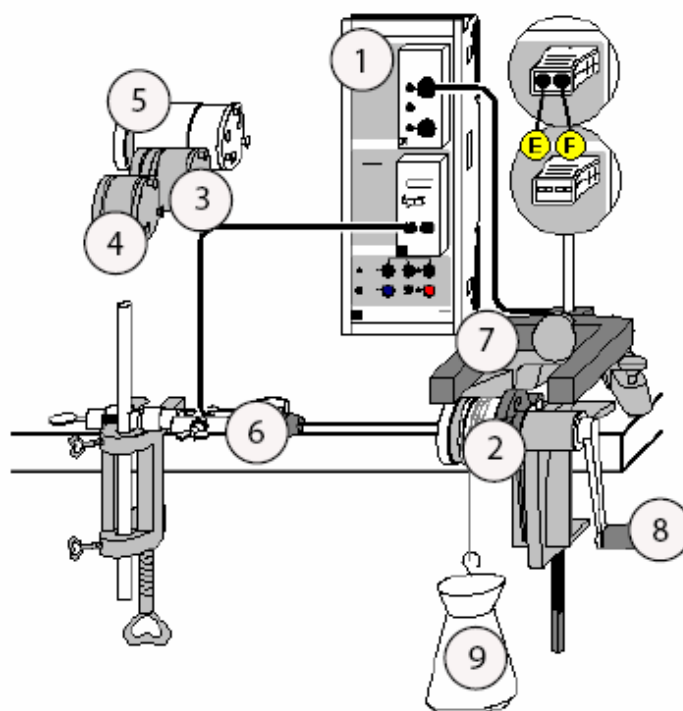

Рис.1. Схема установки
- ✓ компьютерный интерфейс для регистрации экспериментальных данных сенсор-CASSY 2 (①, Рис.1)
- ✓ водяной калориметр (②, Рис.1)
- ✓ медный калориметр (③, Рис.1)
- ✓ алюминиевый калориметр (④, Рис.1)
- ✓ большой алюминиевый калориметр (⑤, Рис.1)
- ✓ термопара (⑥, Рис.1)
- ✓ световые ворота (⑦, Рис.1)
- ✓ груз, 5 кг (⑧, Рис.1)
- ✓ вращающий механизм (⑨, Рис.1)
1. Проверьте правильность сборки установки (см. рис. 1).
4. Закрепите наполненный калориметр в основном механизме (см. рис. 1). Для этого вставьте штифт в углубление пластмассового держателя и поворотом тела калориметра заблокируйте штифт в пазе.
5. Вставьте термопару в калориметр как можно глубже. Подтяните блокировочный винт. Закрепите ручку термопары в заранее подготовленный держатель (см. рис. 1).